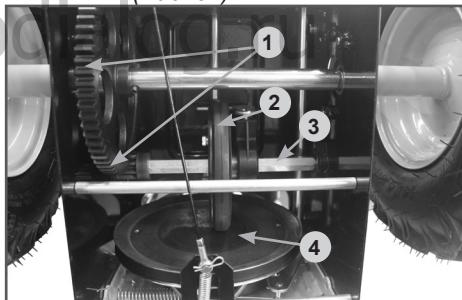

Рис. 31 Обслуживание трансмиссии
Если при нажатом рычаге включения хода снегоотбрасыватель не движется или при нажатии на рычаг включения хода слышны посторонние звуки, а регулировка длины троса включения хода не позволяет устранить проблему, возможно, фрикционное колесо 2 (Рис. 31) полностью износилось и его необходимо заменить.
4. Нанесите многоцелевую консистентную смазку CHAMPION EP-0 тонким слоем на шестигранный вал 3 фрикционного колеса и зубья шестерен 1 (Рис. 31).
Не допускайте попадания смазки на резиновое фрикционное колесо 2 и ведущий диск 4 (Рис. 31).
- Слейте топливо из топливного бака и карбюратора (Рис. 31).